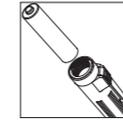

fig.5
2. Wechseln der Batterien (Abb. 5)